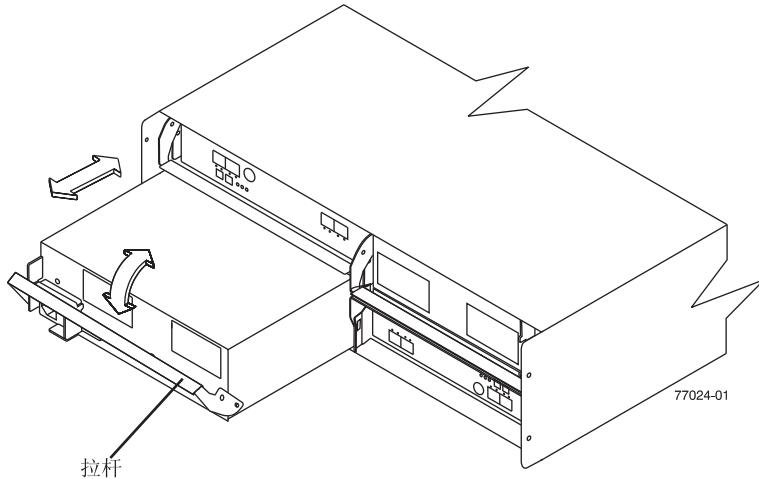

图 36. 更换电源和风扇单元
请使用以下过程更换交流电源和风扇单元。第 77 页的图 36 显示了如何卸下和插入该单元。
11. 如第 77 页的图 36 中所示，慢慢地将拉杆从机箱拉出以卸下电源和风扇单元。